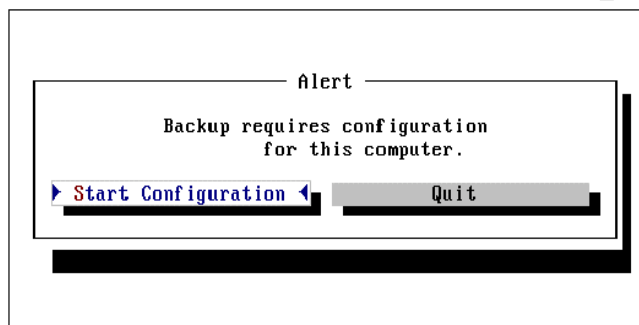

图 7-2 初次启动 MSBACKUP 的开始配置对话框
1) 在 DOS 提示符下键入命令 C:\>MSBACKUP<回车>，此时启动 MSBACKUP，屏幕上出现对话框如图 7-2 所示，这是一个要求用户回答是开始配置还是退出的对话框。